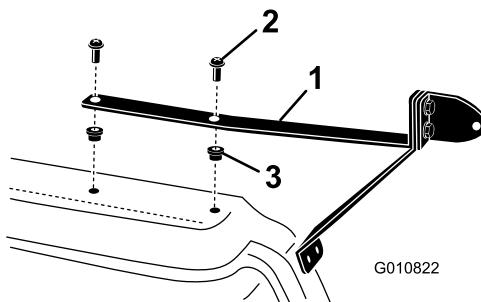

図 6
- 各ドリル穴に、ナットインサートをセットする図 6。
- 上側ミラーブラケットをナットインサートに固定する平頭ねじ $1/4" \times 1"$ 2本で図 6 のように固定する。